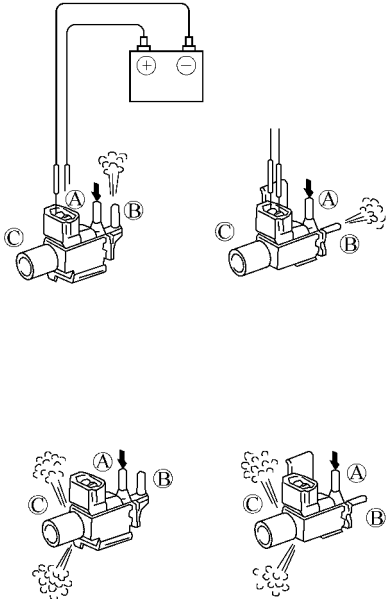

图 19-65 检查 VSV 真空回路的畅通情况
(2) 采用向管子内吹入空气的方法，检查 VSV 负压回路的畅通情况。按图 19-65 所示，将 VSV 端子连接到蓄电池的端子上，然后向管子“*A*”吹入空气，这时空气应从管子“*B*”流出，但不从管子 *C* 流出。脱开蓄电池。再向管子 *A* 吹入空流，这时空气应从管子 *C* 流出，但不从 *B* 流出。